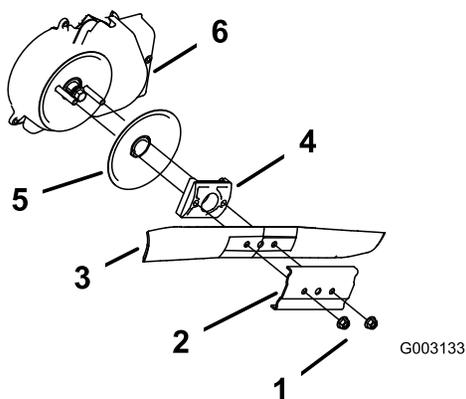

Рисунок 31
3. Отверните 2 гайки крепления ножа и прижим (Рисунок 31).
4. Извлеките нож (Рисунок 31).
5. Установите новый нож (Рисунок 31).